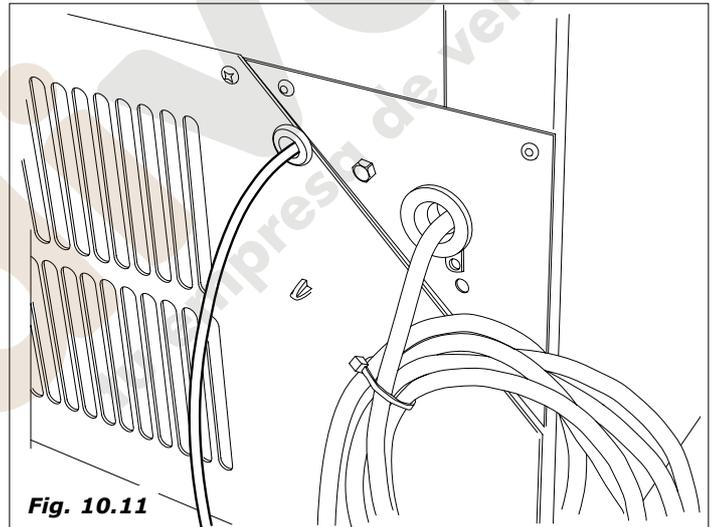

Fig. 10.11
- Conectar el cable de conexión del conector trasero en el modelo Vega 600 (Fig. 10.11) y conectarlo al conector BOARD de la placa de potencia Pegaso (Fig. 10.12).